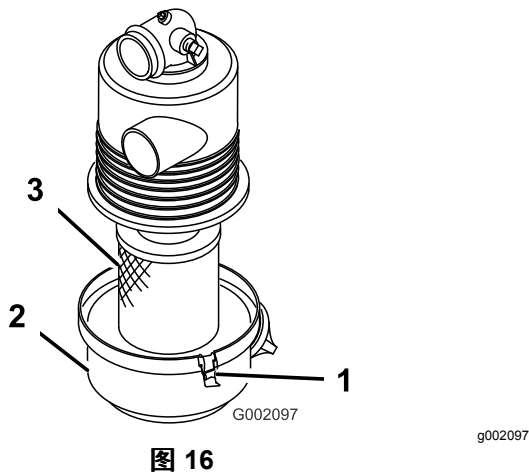

图 16
1. 检查空气滤清器壳体是否有可能导致空气泄漏的损坏。确保盖子密封在空气滤清器壳体周围图 16。
2. 松开将空气滤清器盖固定到空气滤清器外壳上的门锁图 16。
3. 从空气滤清器外壳上分离空气滤清器盖并清洁盖子的内部图 16。
3. 将空气滤清器滤芯插入空气滤清器外壳图 16。
4. 将空气滤清器盖与空气滤清器外壳对齐图 16。
5. 用门锁图 16将盖子固定到外壳上。